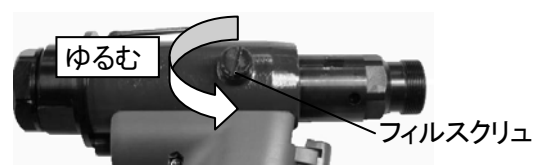

図6-11
- (10) マイナスドライバでフィルスクリュを緩め、余分な油圧オイルと空気(気泡)を除去してください。油圧オイルが出なくなるまで放置した後、フィルスクリュを締め付けてください。(図6-11)
- (11) 最後にノーズアッセンブリとピンテールバッグを取り付けてください。